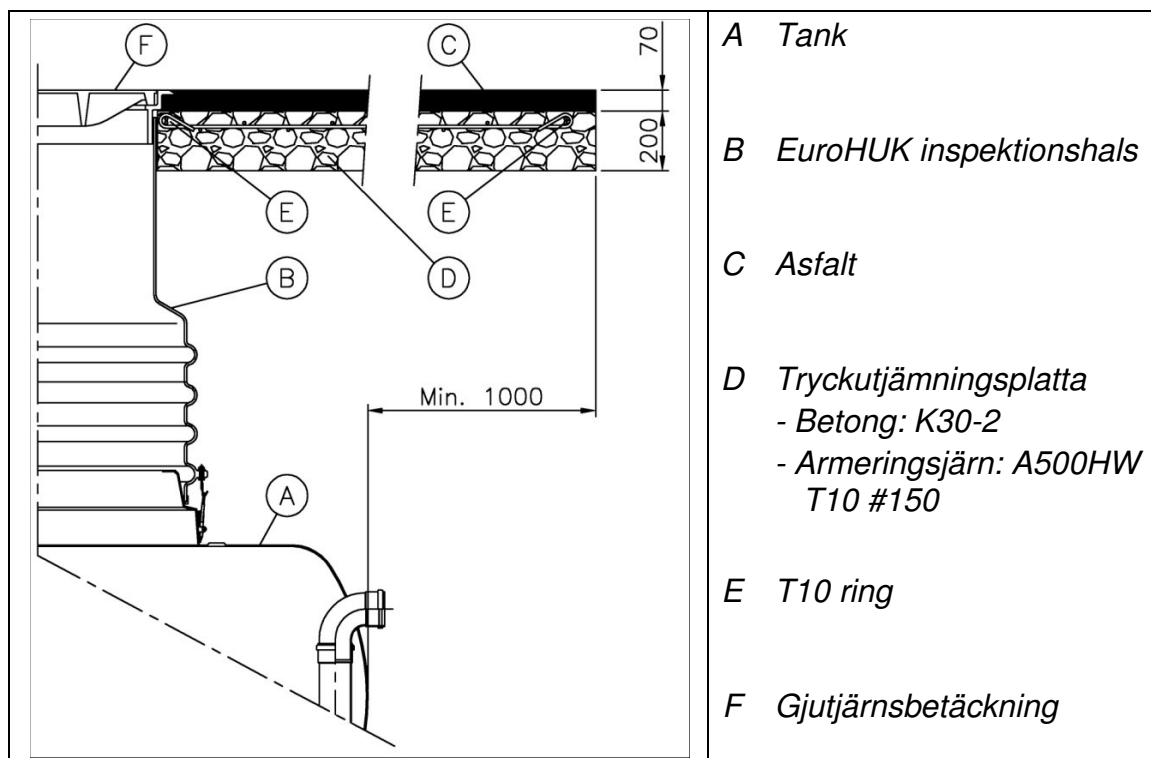

Fig 6. Tryckutjämningsplatta.
17. Vid trafikbelastning måste en tryckutjämningsplatta gjutas ovan avskiljaren för att fördela vikten. Fig 6).